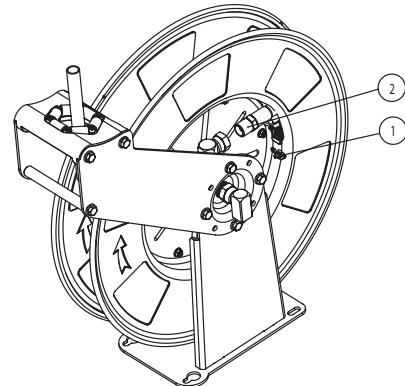

Рис. 4
- Подсоединить новый шланг к поворотному соединению (2) (рис. 4), убедившись, что шланг размещается на пластиковой детали. Затем крепко прижать шланг к намоточному барабану с помощью Р-образного зажима (1). Не рекомендуется прилагать большое усилие к поворотному соединению. Для этого шланг должен оставаться в расслабленном состоянии между Р-образным зажимом и поворотным соединением, образуя плавную кривую.
- Удалить Р-образный зажим (1) (рис. 4) и отсоединить шланг от поворотного соединения (2) (рис. 4).
- Полностью вытянуть шланг. Намоточный барабан блокируется с помощью храпового механизма. Вынуть Р-образный зажим (1) (рис. 4) и отсоединить шланг от поворотного соединения (2) (рис. 4).